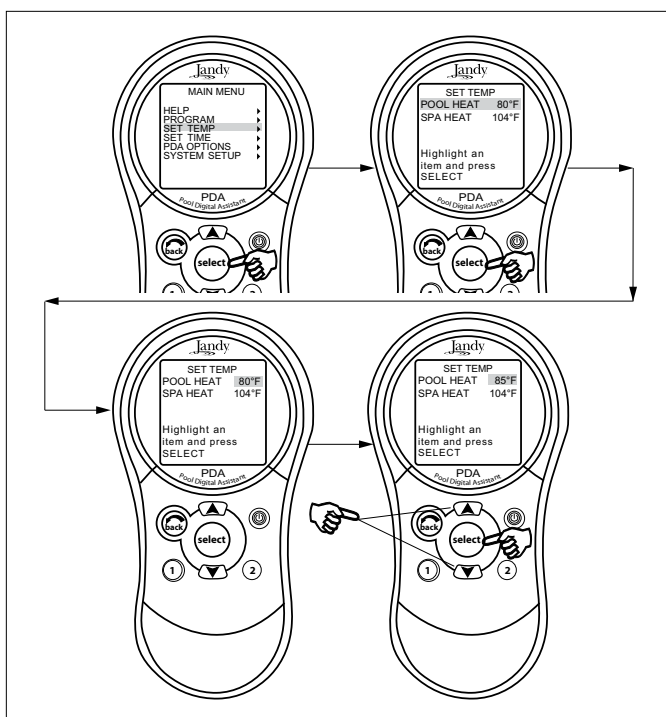

Figura 25. Configuración del menú de temperatura de la combinación piscina/spa.
**Combinación Piscina/Spa –Resalte MENU y presione SELECT.** Resalte SET TEMP (fijar la temperatura) y presione SELECT (véase Figura 25). Use el botón UP o DOWN para resaltar POOL o SPA y presione SELECT. Use el botón UP o DOWN para aumentar o disminuir la temperatura y presione SELECT. Utilice el botón BACK para volver a la pantalla principal.